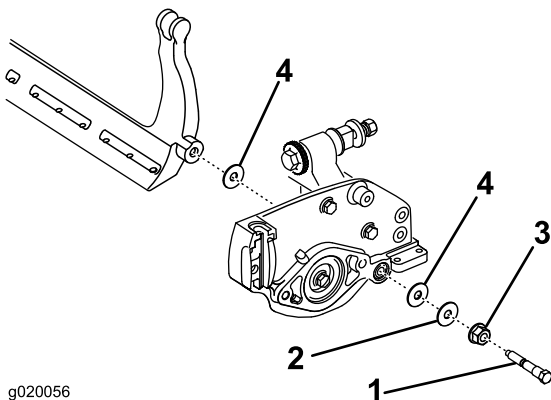

Bild 19
Bewahren Sie die zwei Nylonscheiben und die Stahlscheibe an jedem Ende des Untermesserträgers auf (Bild 19).
- Legen Sie eine Nylonscheibe auf jede Seite des Seitenplattenansatzes. Legen Sie eine Stahlscheibe außen auf jede Nylonscheibe (Bild 19).